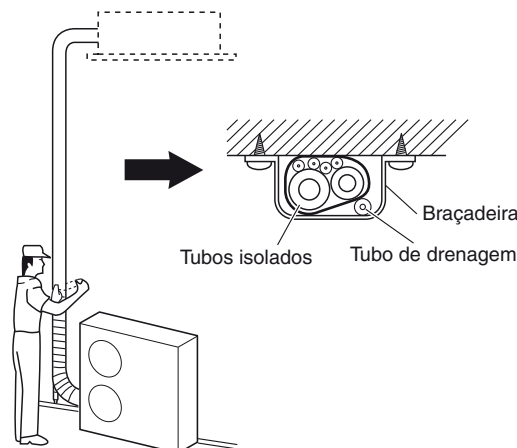

Fig.5-9
- (1) Agora, os tubos de refrigerante (e instalação eléctrica se as normas locais permitirem) devem ser isolados juntos com fita de blindagem em 1 fardo. Para evitar o transbordamento da condensação no recolhedor de drenagem, mantenha o tubo de drenagem separado da tubagem do refrigerante.
- (2) Enrole a fita de blindagem desde o fundo da unidade exterior até ao topo da tubagem onde a mesma entra na parede. À medida que enrola a tubagem, sobreponha a metade de cada volta de fita.
- (3) Prenda o fardo de tubagem na parede, utilizando 1 braçadeira aproximadamente cada metro. (Fig. 5-9)